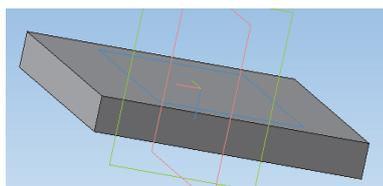

Рис. 5.6
8. Проверить правильность введенных данных и нажать кнопку **Создать объект** . В результате будет получен параллелепипед основания детали, представленный на рис. 5.6.